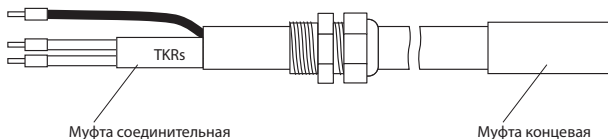

Рис. 12
5.2.5. Окончательный вид соединительной и концевой муфт представлен на рис. 12.